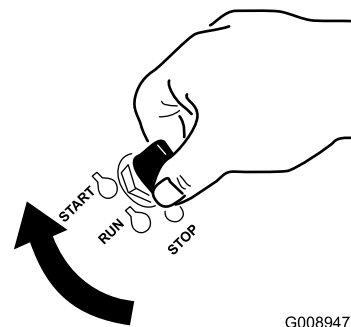

Figure 17
1. Tournez la clé de contact à la position Démarrage (Figure 17). Relâchez la clé quand le moteur démarre.